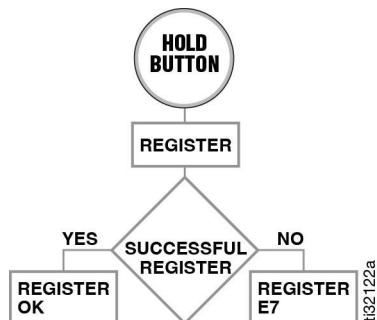

FIG. 3
3. Sul display compare il messaggio REGISTER OK (FIG. 3, pagina 6) quando il TLM è registrato con il software Pulse. Questa operazione può richiedere fino a 20 secondi.
Se il TLM non è registrato con il software Pulse, viene visualizzato il messaggio di errore REGISTER E7 (vedere punto 1, FIG. 3).